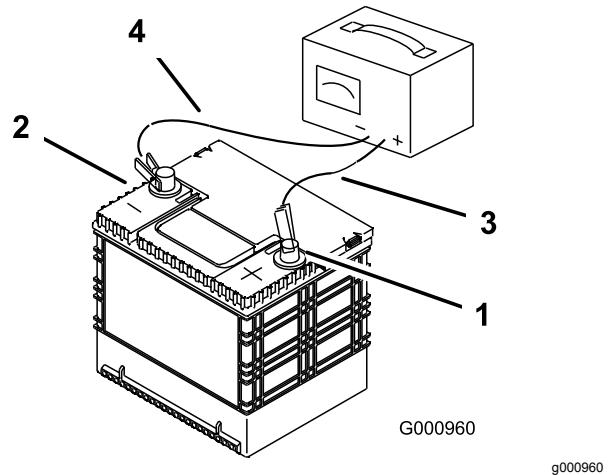

Figure 52
3. Quand la batterie est chargée au maximum, débranchez le chargeur de la prise, et débranchez les fils du chargeur des bornes de la batterie (Figure 52).